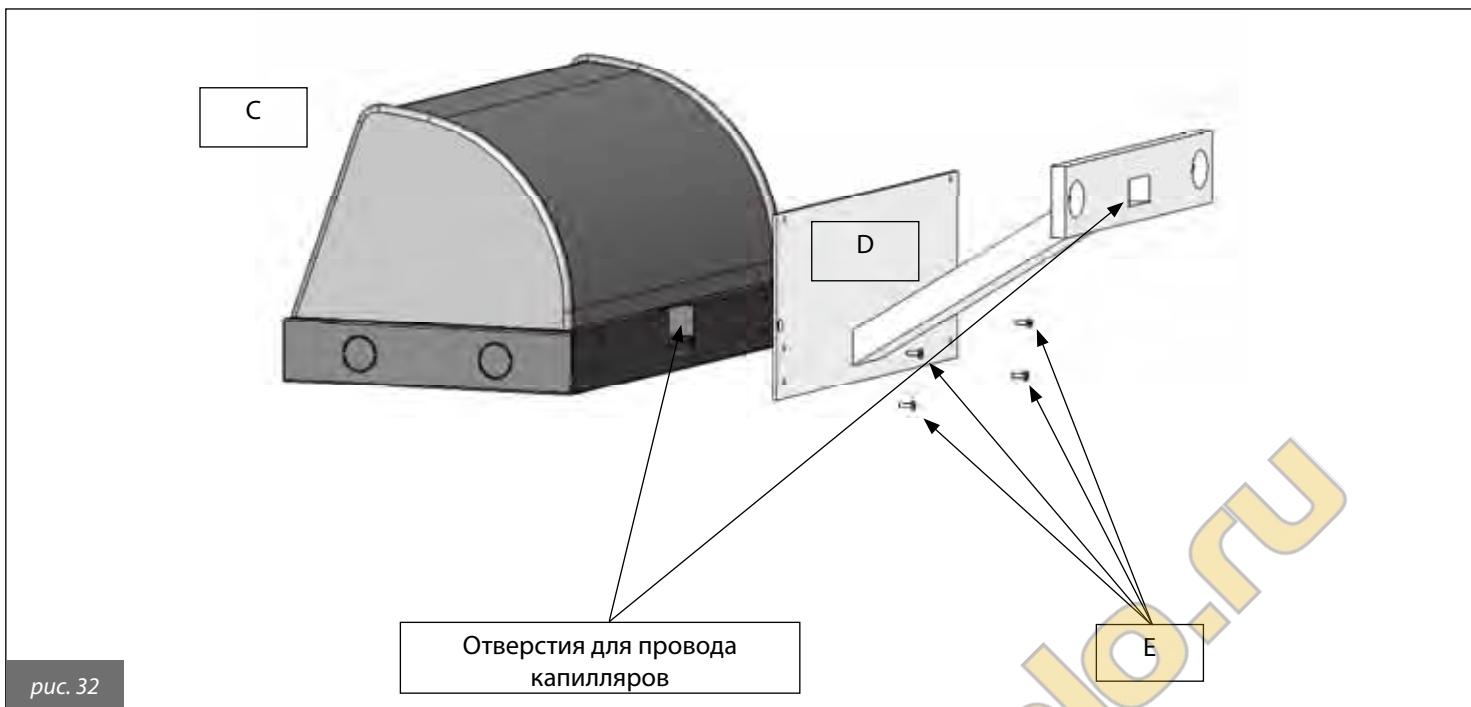

рис. 32
- 3) соединить предварительно закрепленный на подставке-опоре (С, рис. 32) пульт управления с держателем (D, рис. 32), используя соответствующие винты М4 (Е, рис. 31 и 32);